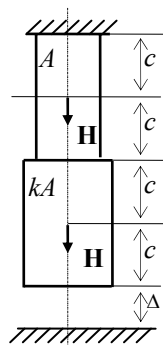

Рис. 2.2
**Пример 2.** Ступенчатый стальной стержень (рис. 2.2) подвешен в вертикальном положении за верхний конец. При этом нижний конец стержня не достигает до основания на величину  $\Delta = \beta c$ . Требуется без учета собственного веса: 1) установить, при какой величине силы зазор закроется; 2) найти реакцию основания при заданном значении силы  $H$  и построить для стержня эпюру продольных усилий; 3) установить, на сколько градусов надо охладить стержень, чтобы реакция основания при заданном значении силы  $H$  обратилась в нуль.